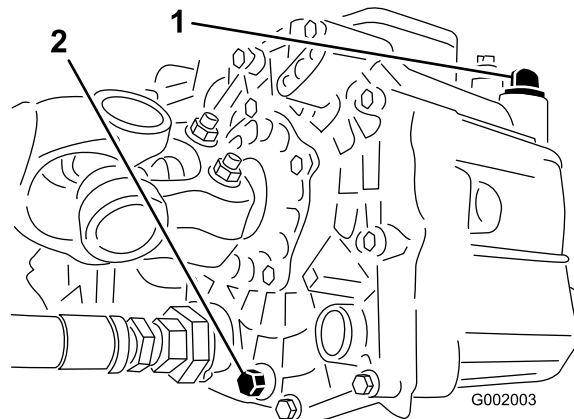

Figura 69
3. Togliete la valvola di spurgo situata sul fianco del serbatoio e lasciate defluire il fluido idraulico nella bacinella. (Figura 69).